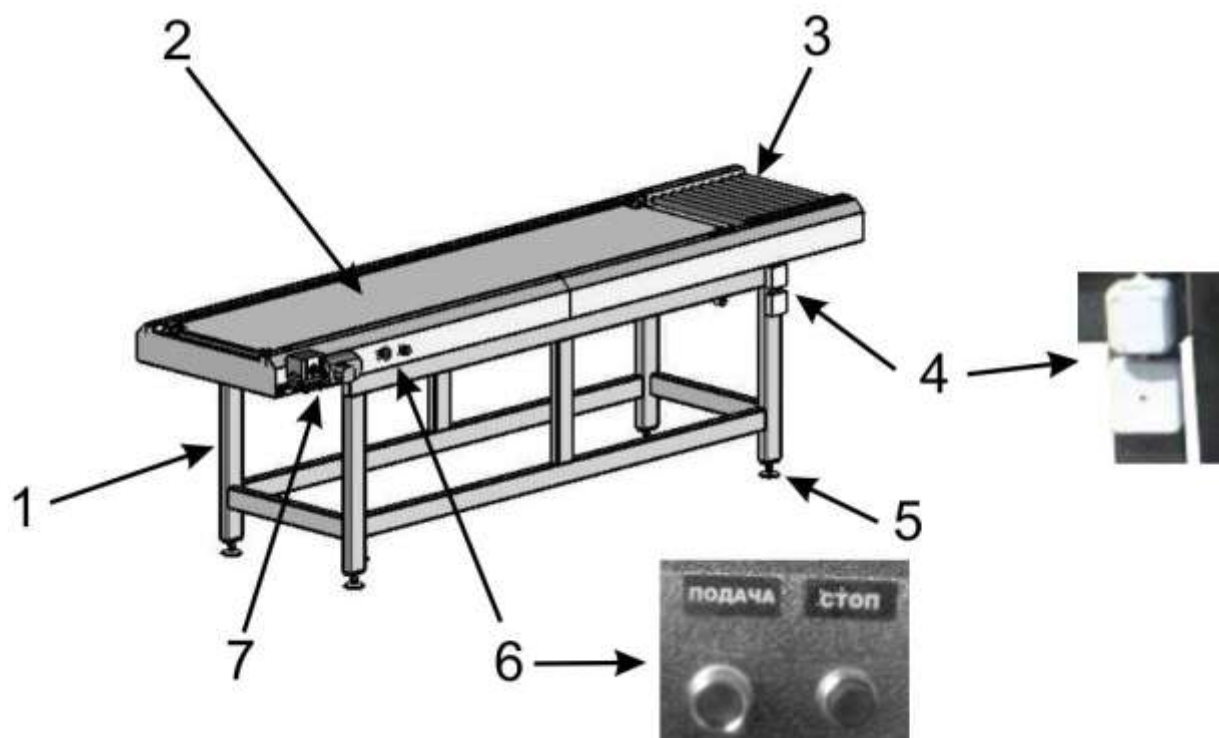

Рисунок 3
2. Горизонтальный подающий конвейер ТПЦ - 550 Д2 (рисунок 3):
На рольганге WellPak-550 Д1 поместить изделие, произвести упаковку изделия в термоусадочную пленку. После чего упаковку подать на горизонтальный подающий конвейер WellPak-550 Д2. На раме 1 горизонтального подающего конвейера смонтированы загрузочный рольганг 3 и прутковый конвейер 4 с натяжным устройством (рис.3). Включение - выключение подачи упаковки осуществляется при помощи кнопок 6 (рис. 3).